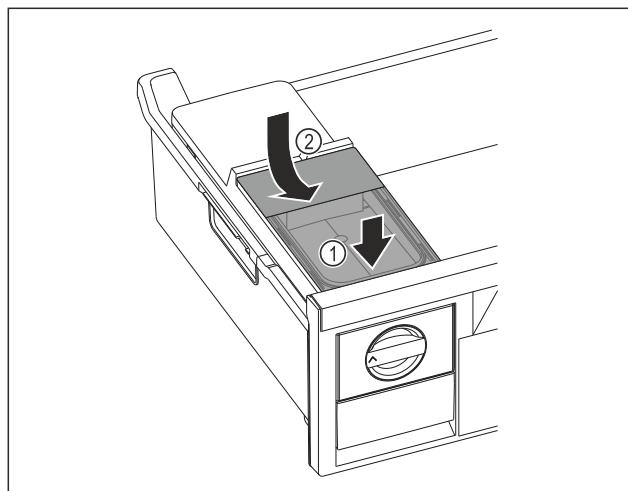

Fig. 68
- Установите бак для воды спереди. Fig. 68 (1)
- Опустите бак для воды сзади. Fig. 68 (2)